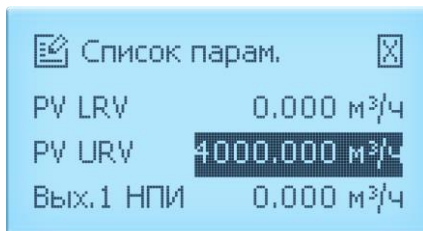
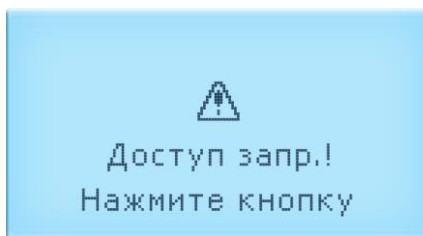
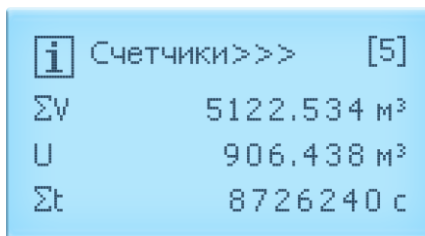

Рисунок 2.9 – Меню ЭЛЕМЕР-РЭМ-2 с ВПР-02Н
Рисунок 2.12
Рисунок 2.16 – Экран № 5 «Счетчики»
- нажать кнопку «↶». На индикаторе ЭЛЕМЕР-РЭМ-2 появится окно «Список парам.», в котором возможен просмотр значений параметров конфигурации (рисунок 2.9).
Если пароль набран неправильно, то на индикаторе появится сообщение «Доступ запр.! Нажмите кнопку» (рисунок 2.12). После нажатия любой кнопки произойдет возврат к окну «Список парам.» (рисунок 2.9).
2.4.2.3 Для возврата к экрану № 8 «Настройки» из окна «Список парам.» (рисунок 2.9)
- ↩ - подтверждение выбранного значения с последующим переходом к окну «Список парам.» (рисунок 2.9).
Для возврата к окну «Список парам.» (рисунок 2.9) без сохранения изменений:
- ↵ - подтверждение ввода с последующим переходом к окну «Список парам.» (рисунок 2.9);
- X - возврат к окну «Список парам.» (рисунок 2.9) без сохранения изменений.
2.4.7.1 При выборе экрана №5 «Счетчики» (рисунок 2.16) возможен просмотр и переход к сбросу пользовательских счетчиков:
2.4.7.4 Если пароль набран неправильно, то на индикаторе появится сообщение «Доступ запр.! Нажмите кнопку» (рисунок 2.12). После нажатия любой кнопки произойдет возврат к экрану № 5 «Счетчики» (рисунок 2.16).